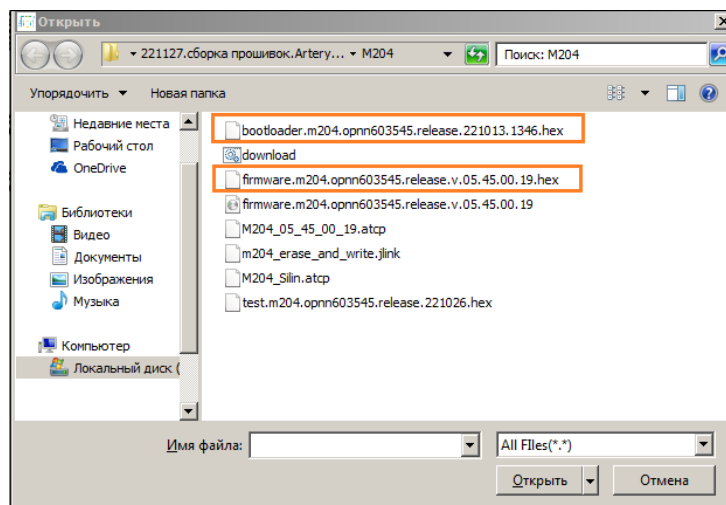

Рисунок 5.7 – Добавление файлов в проект
5.4.12 Выбрать три файла прошивки с расширением **.hex** (рисунок 5.7):